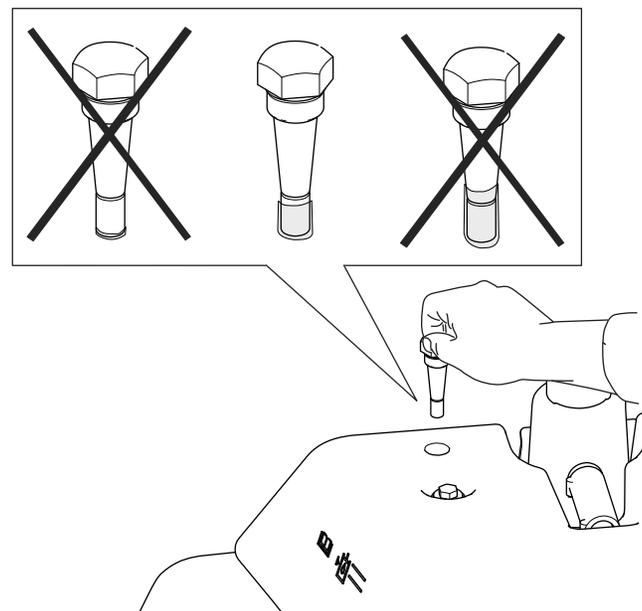

図 55
4. ディップスティックを抜いて油量を点検する。オイル量が2本のマークの間であれば油量は適正である。油量が2つのマークの間でない場合は適正量に調整する 図 55。